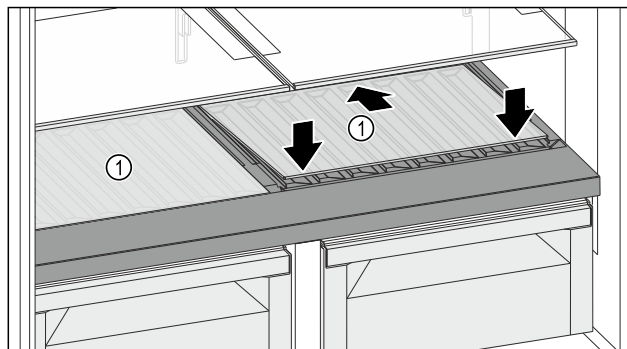

Fig. 115
- Ustawić płytę szklaną Fig. 115 (1) pod ukosem, nachyloną do tyłu w dół.
- Opuścić płytę szklaną Fig. 115 (1) z przodu.